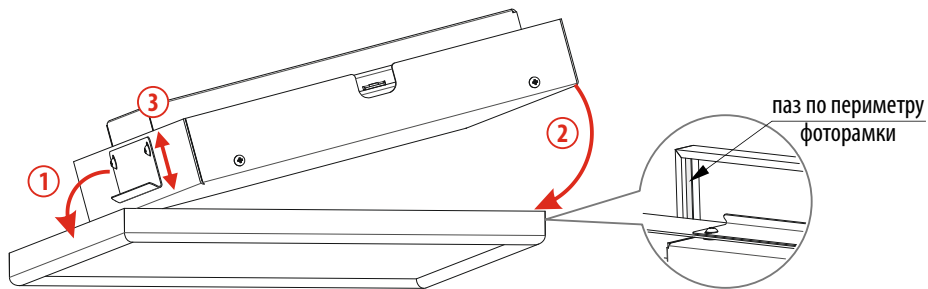

Рисунок 2. Установка фоторамки на рециркулятор
- 6.3.3. Установите корпус рециркулятора на фоторамку, для этого заведите фиксатор в паз фоторамки (см. рис.2) и защелкните второй фиксатор. Отрегулируйте положение фиксаторов на корпусе рециркулятора для более плотного прилегания рамки и закрутите винты.